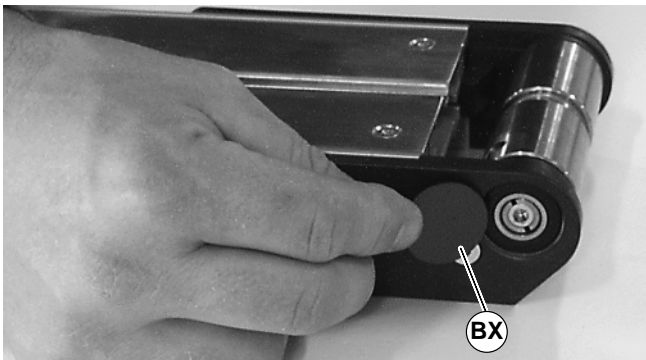

Abbildung 53
4. Lagerabdeckungen (BX siehe Abbildung 53) installieren.